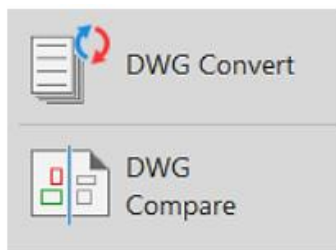

Figura 2.2. Nuevos comandos Shared Views y DWG
- Una de las características que se agrega la herramienta DWG COMPARE lo cual permite hacer revisiones de los planos Y DWG permite errores comparando otro plano igual como se muestra en la figura 2.2